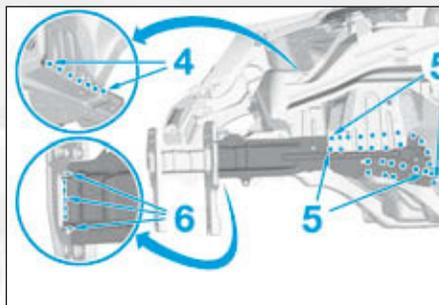

FIG.34
- par points bouchons MAG en (4) et (5), puis meuler les points de soudure (Fig.34),
- par 3 cordons MAG en (6),